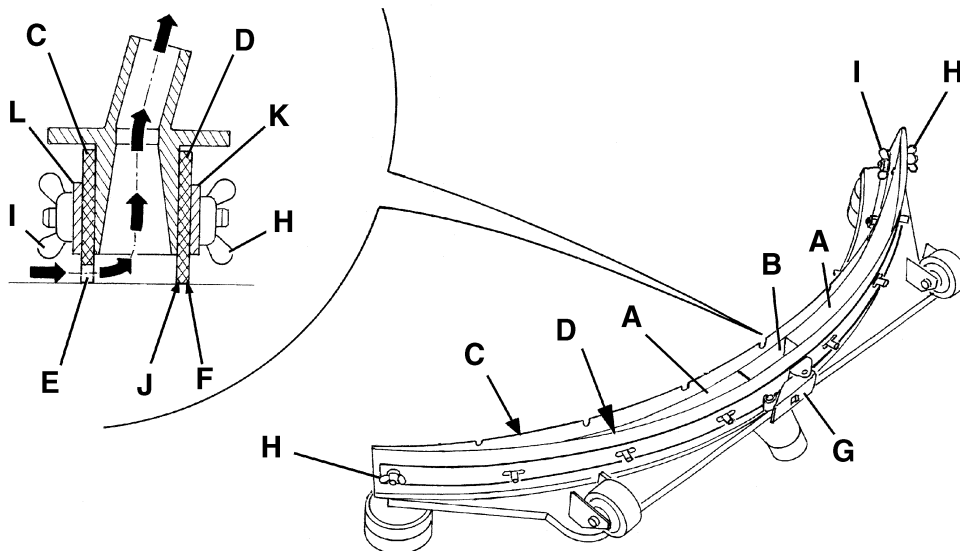
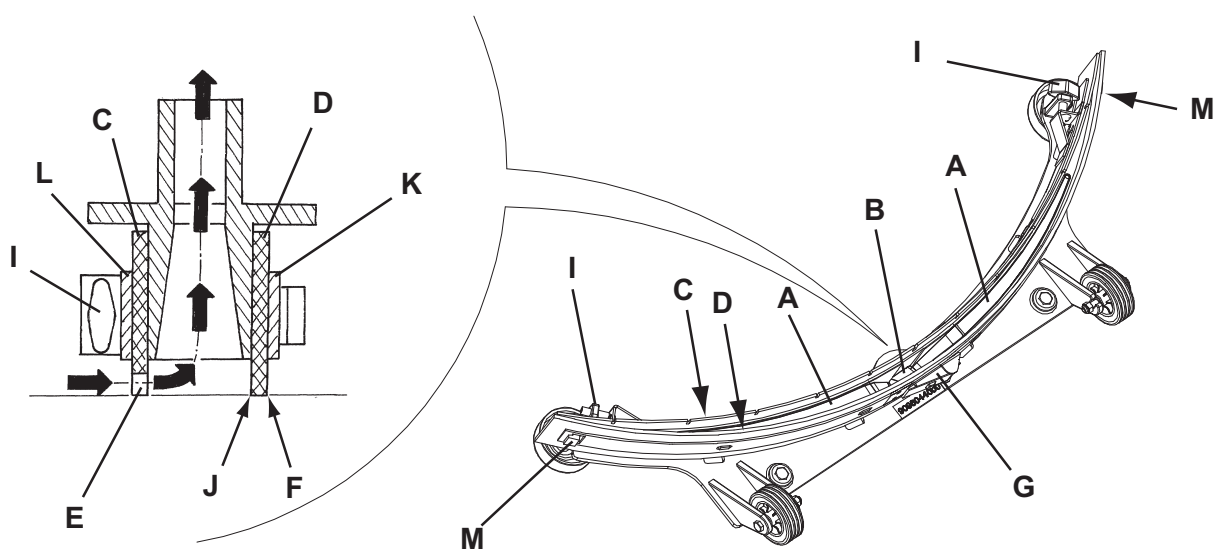

Abbildung 6
Abbildung 7
3. Sauglippe (25) mit dem Hebel (10) absenken.
4. Sterngriffe (26) lösen und Sauglippe (25) abnehmen.
5. Ansaugrohr (15) von der Sauglippe abnehmen.
6. Die Sauglippe aus Stahl (Abb. 6 ) oder aus Aluminium (Abb. 7) waschen und reinigen. Insbesondere die Räume (A, Abb. 6 oder 7) und das Loch (B) reinigen. Überprüfen, ob der vordere (C) und der hintere Gummi (D) unversehrt sind und keine Schnitte oder Risse aufweisen, gegebenenfalls austauschen (siehe nachstehender Absatz).
1. Die Sauglippe aus Stahl (Abb. 6) oder aus Aluminium (Abb. 7) reinigen, und dabei wie angegeben im vorhergehenden Abschnitt vorgehen.
2. Prüfen dass die Säume (E, Abb. 6 oder 7) des Vordergummi (C) und die Säume (F) des Hintergummi (D) gleichzeitig auf einer Richtplatte über ihre ganze Länge ruhen, ansonsten in der Höhe wie folgt beschrieben einstellen:
- Den Zugstab (G, Abb. 6 oder 7) und die Flügelmutter (H, Abb. 6) lockern bzw. die Sperren (M, Abb. 7) lockern; das Hintergummi (D, Abb. 6 oder 7) einstellen, die Flügelmutter anschrauben oder die Sperre ankuppeln, schließlich den Zugstab ankuppeln.
- Die Handräder (I) lockern und das Vordergummi (C, Abb. 6 oder 7) einstellen; schließlich die Handräder anschrauben.
3. Prüfen dass das Vordergummi (C, Abb. 6 oder 7) und das Hintergummi (D) vollständig sind und keine Schnitte oder Risse aufweisen, ansonsten sie aus wie nachfolgend beschrieben wechseln. Überprüfen, ob die Vorderkante (J) des hinteren Gummi verschlissen ist. Gegebenenfalls Gummi umdrehen und eine der drei unversehrten Kanten als Vorderkante verwenden. Sind auch die anderen drei Kanten abgenutzt, Gummi wie folgt austauschen:
- Den Zugstab (G) lösen, die Flügelmutter (H) entfernen oder die Sperre (M) lockern, schließlich den Sperrstreifen (K) entfernen und das Hintergummi (D) auswechseln/umkehren.